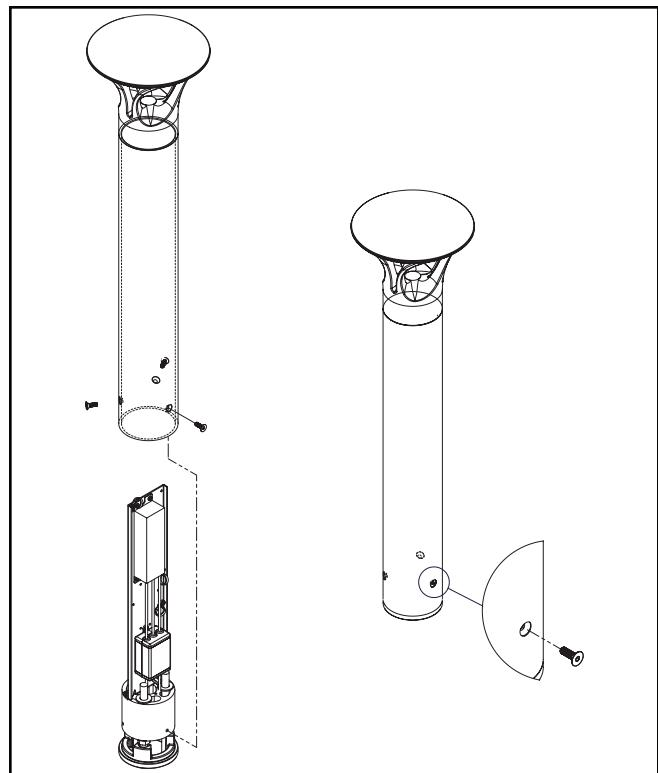

Figura 4.
### Cómo instalar (Figura 1. y Figura 4.)
13. Levante la luminaria y deslícela sobre la unidad del controlador de base y alinee los orificios inferiores con la extrusión de la base. (Figura 4.)
14. Use (3) tornillos hexagonales de cabeza plana de 1/4" (6,3 mm) y ajústelos hasta 30 in-lb. (3,4 N·M) con la llave Allen.